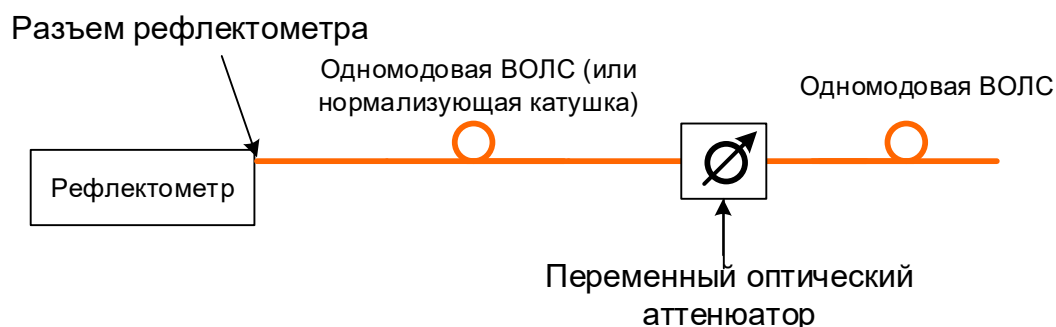

Рис. 5.1 Схема для выполнения лабораторной работы
7. Соберите схему, аналогичную рис. 5.1, для многомодового волокна.